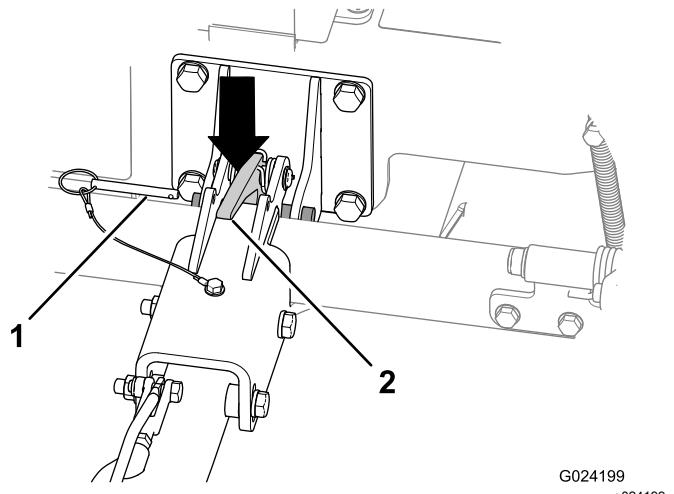

Figure 27
- A. Retirez la goupille de verrouillage (Figure 27).
- C. Appuyez sur le verrou d'attelage pour le déverrouiller (Figure 27).